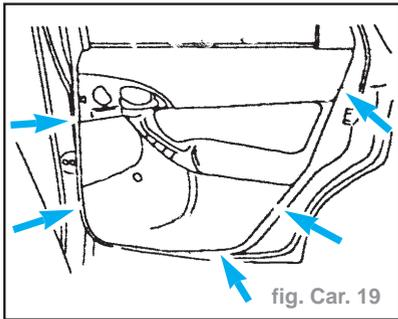

fig. Car. 19
- Déposer les six vis de panneau de garnissage. (fig. Car. 19)